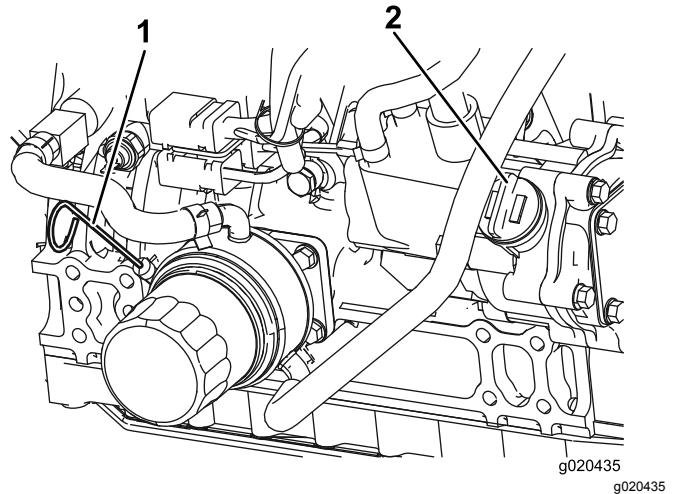

Figura 65
3. Retire a vareta, limpe-a, coloque-a no tubo e volte a retirá-la em seguida. O nível de óleo deve estar entre marca "Full" (cheio) e a marca "Add" (adicionar) (Figura 65).
4. Se o nível de óleo estiver baixo, retire o tampão de enchimento (Figura 65) e adicione óleo até que fique entre a marca "Full" (cheio) e a marca "Add" (adicionar). **Não encha demasiado.**